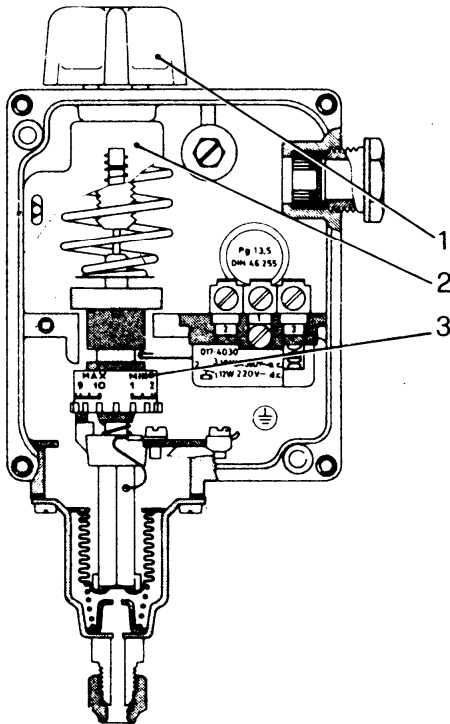
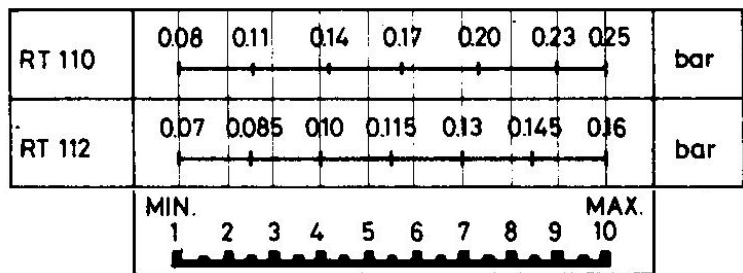

Fig. 3
Fig. 4
**Calibrarea presostatului (Fig. 3):**
- Rotiti butonul (1) pana cand indicatorul scarii (2) se pozitioneaza la valoarea presiuni la care se doreste re-pornirea arzatorului;
- Demontati capacul presostatului si pozitionati tamburul (3) la valoarea aleasa pentru diferential (oprirea arzatorului) in baza diagrammi din Fig. 4.